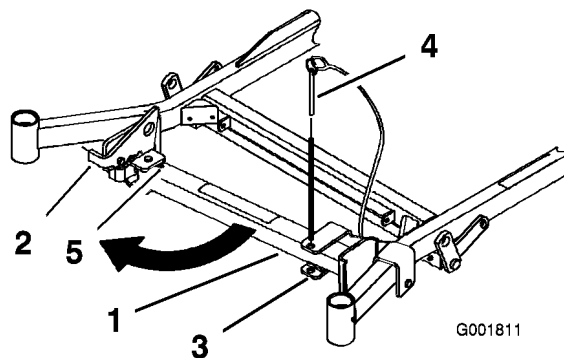
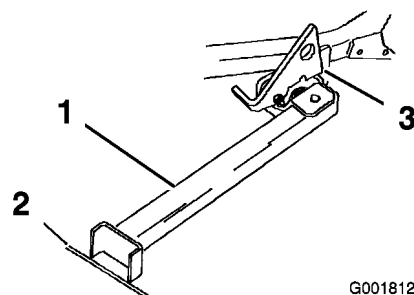

Figure 27
Figure 28
2. Retirez la goupille du support (Figure 27).
3. Soulevez le verrou. Dépliez le pied du support et poussez le support vers la machine dans la base de la fente (Figure 27 et Figure 28).
4. Posez le pied du support sur le sol et appuyez le verrou sur la languette de pivot (Figure 28).
Remarque: Pour obtenir de meilleurs résultats, placez le pied du support dans des fissures du trottoir ou du gazon (Figure 28).
6. Montez la machine sur le support. Arrêtez-vous quand le verrou retombe sur la languette en position verrouillée (Figure 28). Une fois la machine en place sur le support, serrez le frein de stationnement et coupez le moteur.
5. Ramenez le support à sa position de repos (Figure 27).